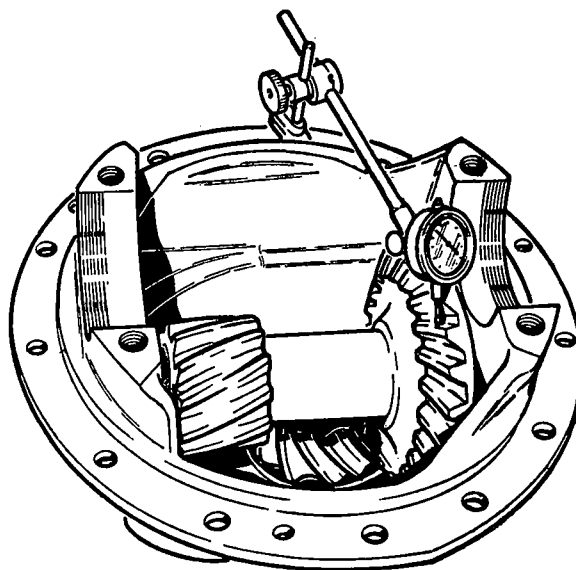

Fig. 18
- Meet de tandflankenspeling tussen kroonwiel en pignon met behulp van een meetklok. De juiste speling bedraagt 0,55—0,60 mm (fig. 18).